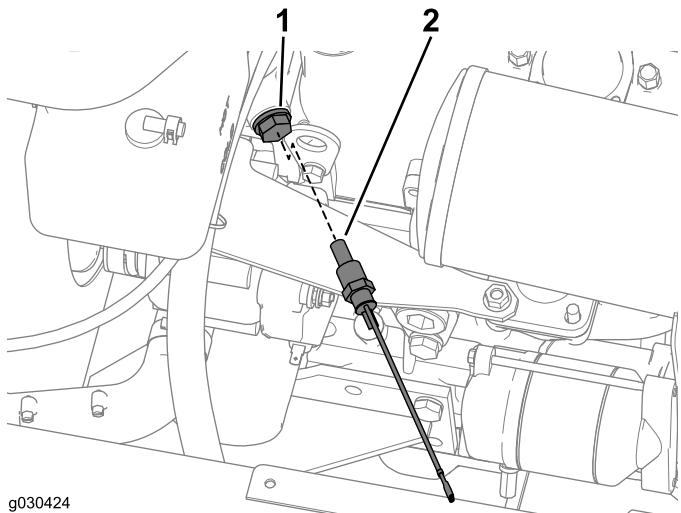

Figura 50
1. Localize e retire o bujāo do motor, conforme indicado em Figura 50.